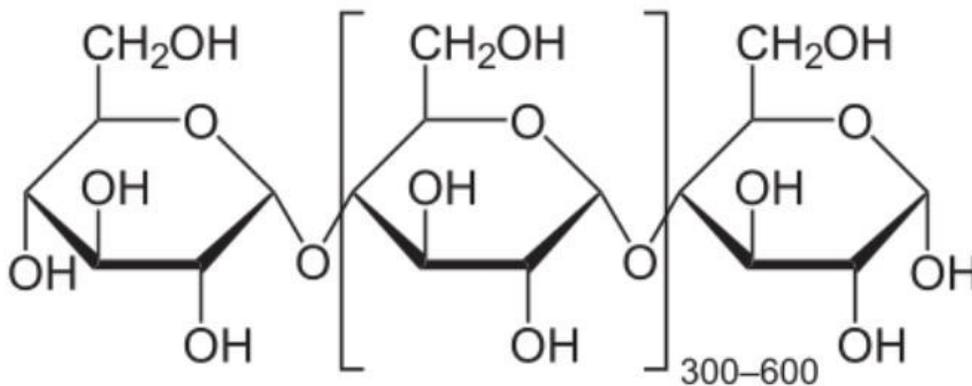

Abbildung 1.: Molekülstruktur der Amylose
**Hintergrund:** Die Amylase ist ein Enzym, das bei der Verdauung von Stärke als Katalyst funktioniert. Amylose ist ein Typ von Pflanzenstärke. Das Amylose Molekül ist sehr lang, und besteht aus Hunderten von miteinander verknüpften Stärkezucker Molekülen (Abb.1.). Die humane Amylase bricht die Bindung zwischen Stärkezucker Molekülen in der Amylose (Stärke) Kette um Disaccharid, Maltose zu bilden. In diesem Fall ist Amylose das Substrat des Enzyms, Maltose jedoch ist das Produkt des Enzyms. Einige bakterielle Amylase (z.B. die Amylase *acillus subtilis*) und fungale Amylase stellen Stärkezucker aus der Stärke her. In diesem Fall kann Amylose durch die Reduktionsgeschwindigkeit der Stärkekonzentration (Stärkeabbau Assay) oder Anstiegsgeschwindigkeit der Stärkezuckerkonzentration (Stärkezucker Produktion Assay) gemessen werden. In diesem Experiment vergleichen wir zwei Amylase. Eine natürliche *B. subtilis* Amylase (dieses Enzym ist von natürlichen, nicht transformierten *B. subtilis* Zellen erzeugt) und die durch Protein-Engineering hergestellte *Bacillus subtilis* Amylase (in diesem Fall Amylase ist von *Bacillus* Zellen erzeugt, die durch rekombinante DNA (rDNA) transformiert worden sind). Amylase haben potentielle Anwendung in einer Zahl von industriellen Prozessen sowie Lebensmittel-, Fermentations-, und Pharmaindustrie. Pharmazeutische und klinische Branchen bedürfen Amylase von hoher Reinheit.